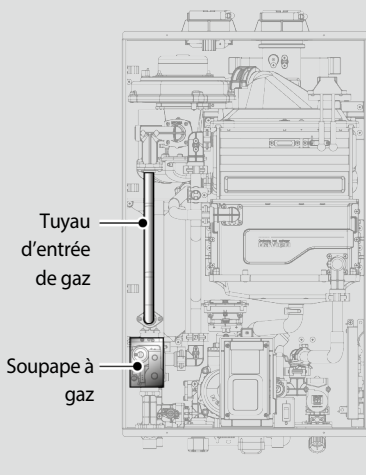

Figure 2.
3. Une fois le couvercle avant retiré, placez-le en lieu sûr pour éviter tout dommage accidentel. Lorsque les composants internes sont exposés, repérez le tuyau d'entrée de gaz et la soupape à gaz se trouvant à proximité du côté gauche de l'unité (entourés sur la figure 2).